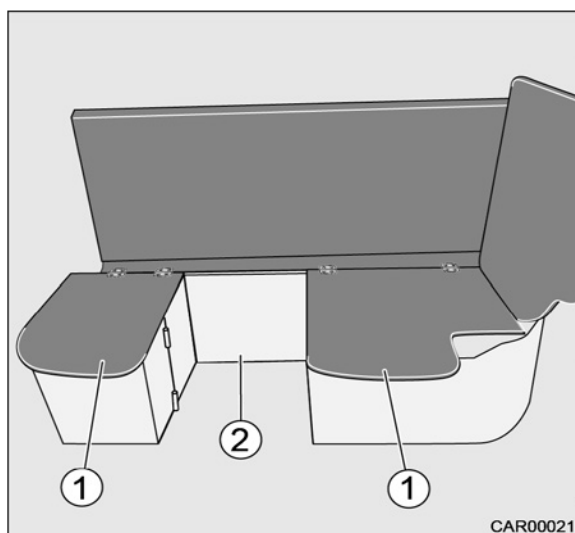

Fig. 48 Transformation du 5e siège
8. Retirer la paroi de séparation (Fig. 48/2) hors du socle au milieu du véhicule.
10. Rabattre les plaques de siège (Fig. 48/1).